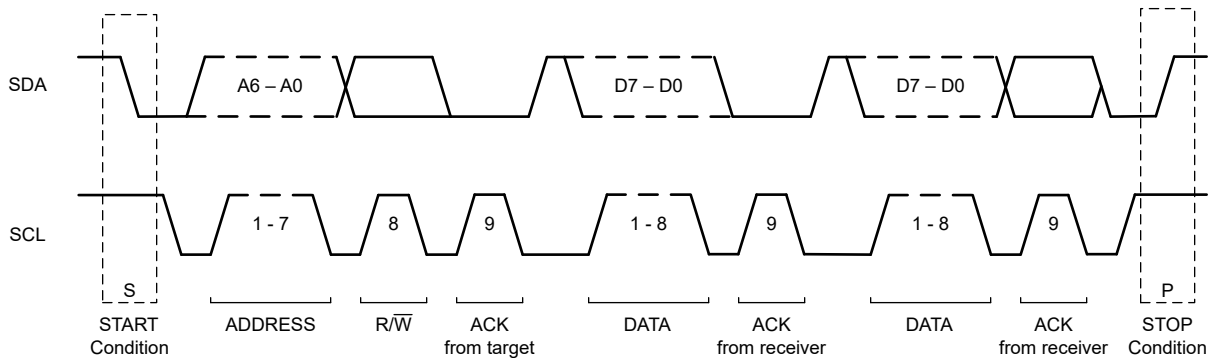

図 7-15. I²C データ転送のフォーマット
図 7-15 は、データ転送の代表的なフォーマットを示したものです。コントローラは、START (S) コンディションを生成することで ADS1x2C14 とのすべてのトランザクションを開始します。SCL が high の状態で SDA ラインが high から low に遷移すると、START コンディションが定義されます。START 条件の後、バスはビジー状態とみなされます。